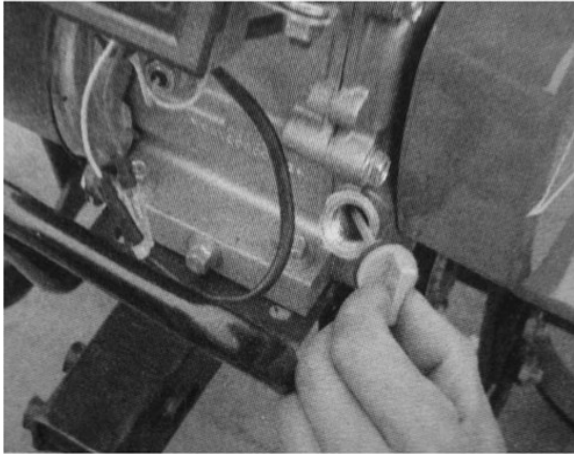

Figure 3
- Dévissez la jauge d'huile et nettoyez-la en la frottant (voir fig. 3)